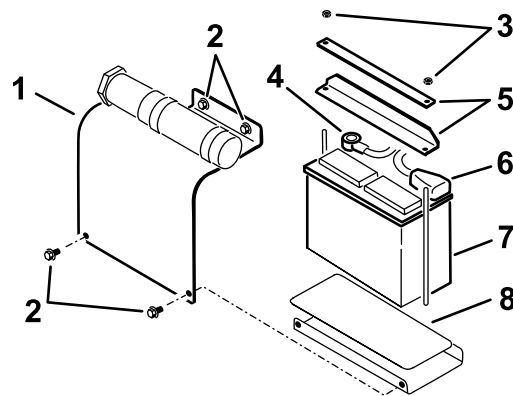

Figura 35
3. Togliete il coperchio della batteria (Figura 35)
4. Rimuovete i dadi e le barre che fissano la batteria (Figura 35).
5. Scollegate il cavo negativo (nero) al polo negativo (-) della batteria (Figura 35).
6. Staccate il cavo positivo (rosso) dal polo positivo (+) della batteria (Figura 35).
- Montate la batteria sulla pedana (Figura 35).
- Fissate la batteria al telaio con le barre e i dadi tolti in precedenza (Figura 35).
- Utilizzate i fermi rimossi in precedenza per montare il cavo positivo (rosso) sul morsetto positivo (+) della batteria (Figura 35).
- Utilizzate i fermi rimossi in precedenza per montare il cavo negativo (nero) sul morsetto negativo (-) della batteria (Figura 35).
- Montate il coperchio della batteria (Figura 35).